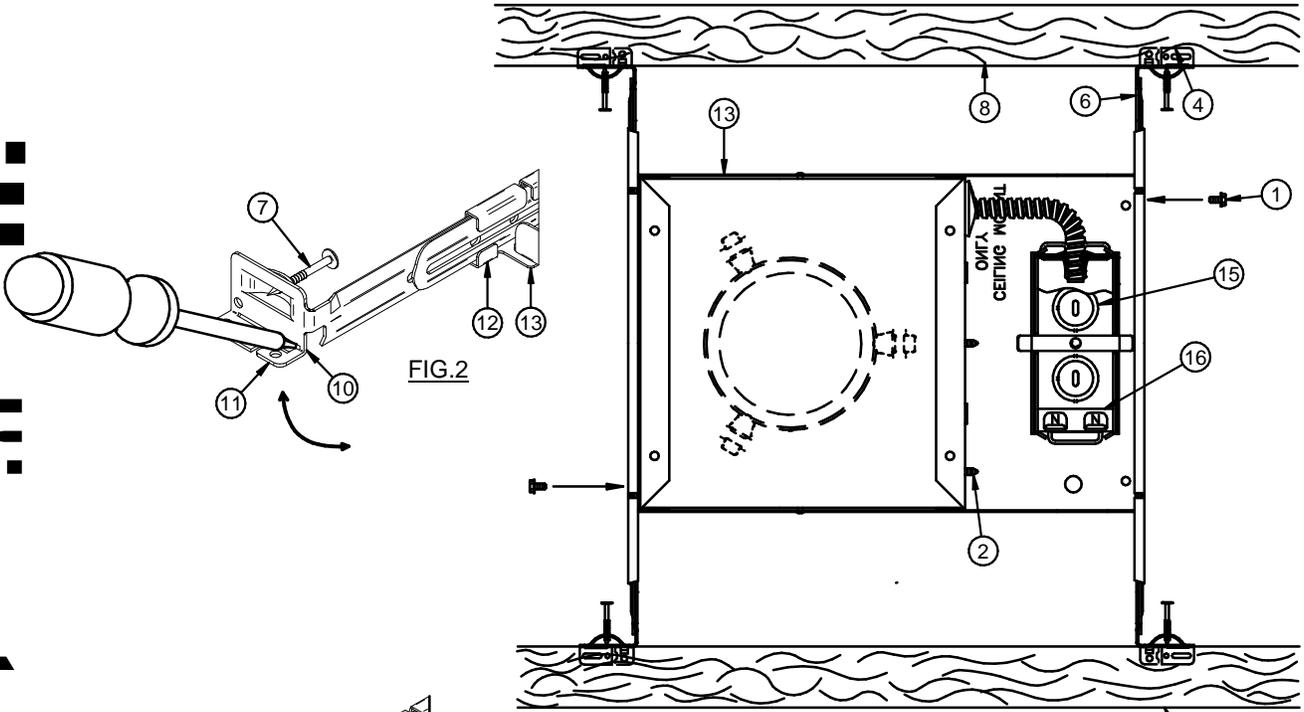

FIG.2
1. For Wooden Joists: Extend the Bar Hangers (6), use joist alignment tabs (4) to locate fixture and position underneath support joist (8). Drive the 4 Nails (7) into Joists (8) (Fig. 2). Drive additional nails through holes in Bar Hanger for alternate support if required (Fig 2).
1. Solives en bois : Étendre les barres de suspension (6), utiliser les pattes d'alignement (4) pour positionner le luminaire et les placer sous les solives de support (8). Enfoncer 4 clous (7) dans des solives (8) (Fig. 2). Enfoncer deux clous supplémentaires à travers les trous des barres de suspension si un autre moyen de support est nécessaire (Fig. 2).